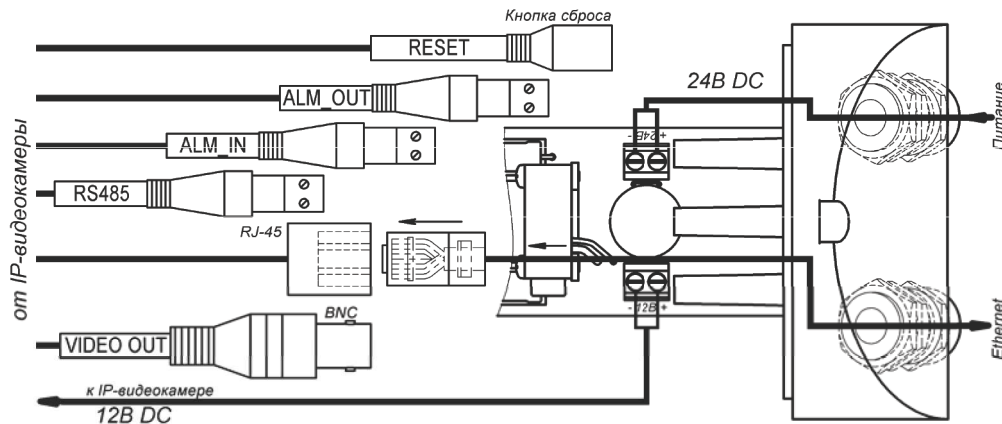
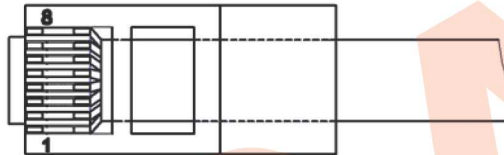

Рис.2 Подключение ТВК-63 IP
Рис.3 Обжимка кабеля кат.5е
1. Установить кронштейн (2) на штатное место, закрепить на нём гермобокс с видеокамерой (1).
2. Ввести через гермовводы внешние кабели (кабель Ethernet и кабель питания). Кабель питания подключить к плате коммутации к клеммнику «+ 24 -», соблюдая полярность (см.рис.2). На кабель Ethernet обжать вилку RJ-45 (см.рис.3).